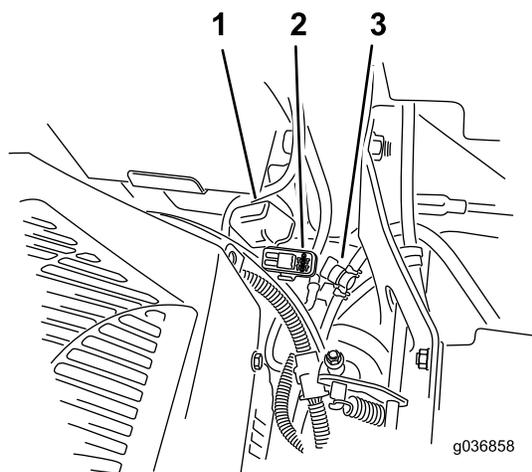

Рисунок 56
Примечание: На машинах с системой подвески MyRide проверьте, чтобы кабель заземления не мог тереться о продольный рычаг подвески или нижнее крепление амортизатора (Рисунок 56).
Предохранители расположены на правой консоли рядом с сиденьем (Рисунок 56).
2. Установите новый предохранитель (Рисунок 56).